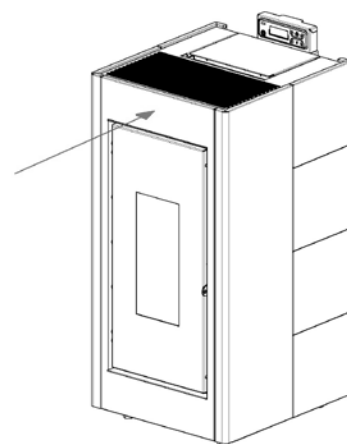

Fig. 45 - Repositionner la partie avant
- Repositionner le panneau avant (voir **Fig. 45**).